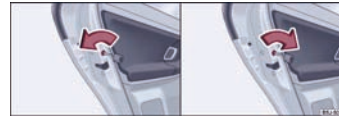

Abb. 24 Kindersicherung einschalten: für Fahrzeuge ohne bzw. mit Zentralverriegelung
- Bei Fahrzeugen ohne Zentralverriegelung drehen Sie den Schlitz der Sicherung bei der linken Tür nach links ⇒ Abb. 24, bei der rechten Tür nach rechts.
- Bei Fahrzeugen mit Zentralverriegelung drehen Sie den Schlitz der Sicherung bei der linken Tür nach rechts, bei der rechten Tür nach links ⇒ Abb. 24.